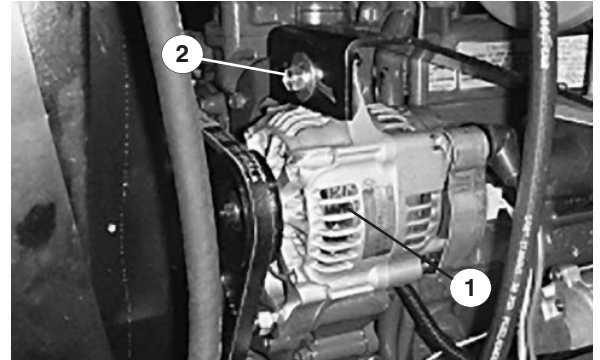

Bild 29
1. Zustand und Spannung—Kontrollieren Sie den Zustand und die Spannung der Treibriemen (Bild 29) alle 100 Betriebsstunden.